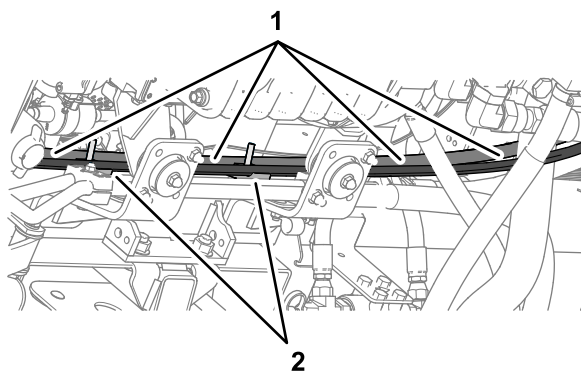

Figure 128
3. Faites passer le flexible de la pompe hydraulique de 6 x 2819 mm ($\frac{1}{4}$ x 111 po – orifice LS1 du distributeur de direction EHI) muni du raccord à 90° dans la rainure inférieure du demi-collier de tube, en haut (Figure 128).